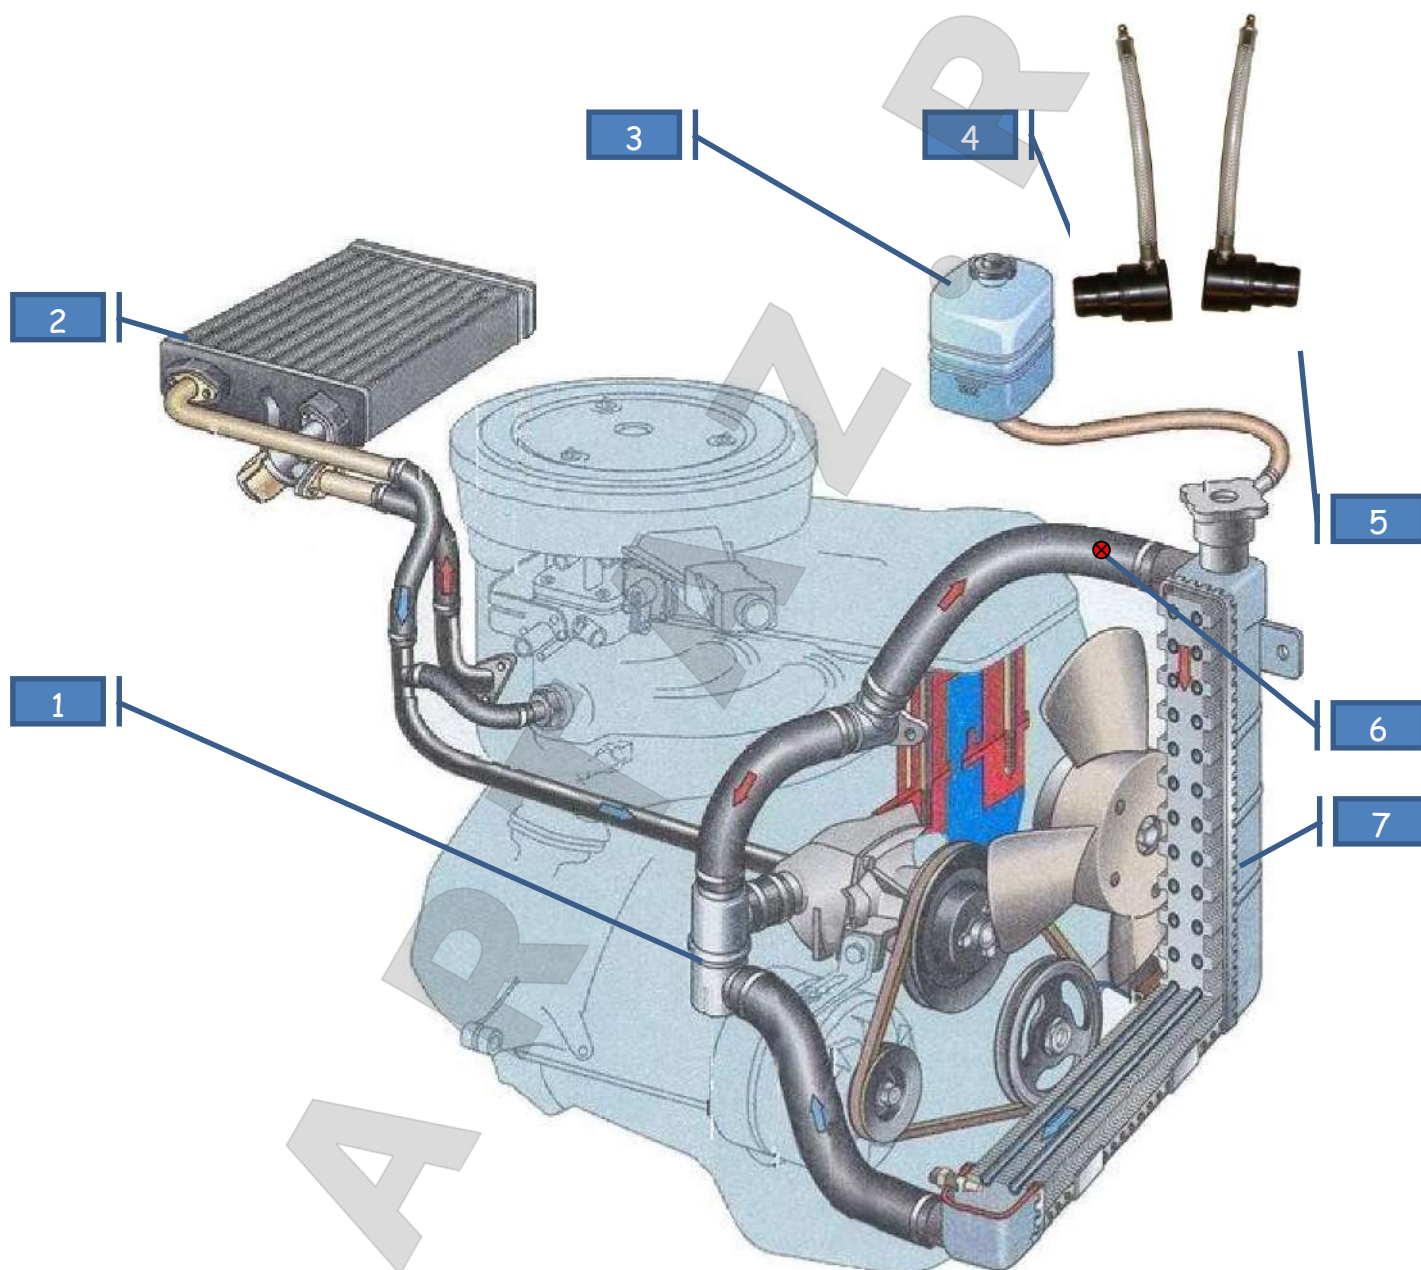

Рис. 5
8. Определить, какой адаптер будет «**Подающий**», а какой «**Обратный**» - см. рис. 5.